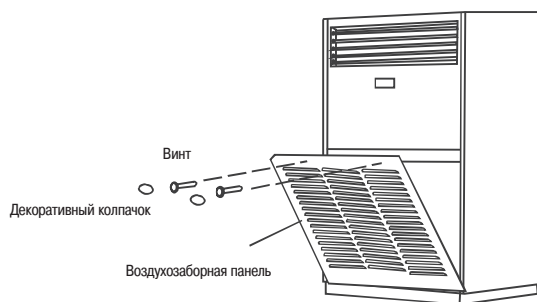

Рис. 3-5
- Перед выполнением электрических соединений снимите воздухозаборную панель, см. рисунок 3-5.